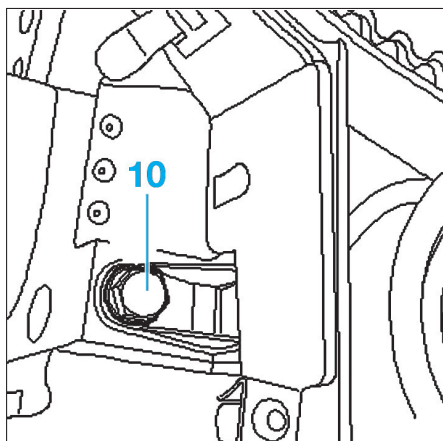

Fig. 70
- Déposer la vis (10) de protection du carter arrière de courroie de distribution (Fig.70)